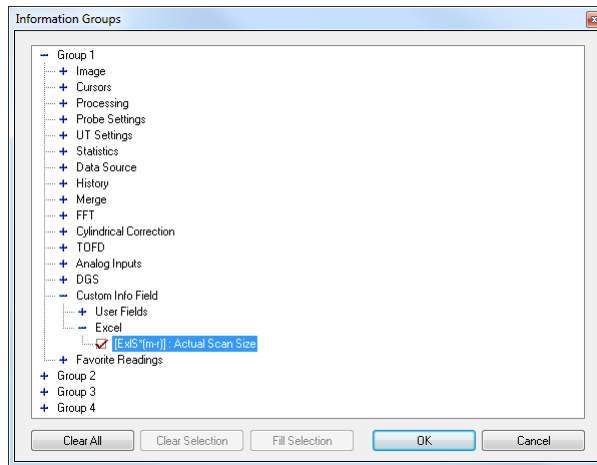

Figure 10-14 Boîte de dialogue New View Info
10. Entrez l'information pertinente pour la mesure que vous souhaitez importer dans la boîte de dialogue **New View Info**, et puis cliquez sur **OK** (voir l'exemple illustré dans la Figure 10-14 à la page 476).